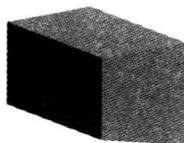
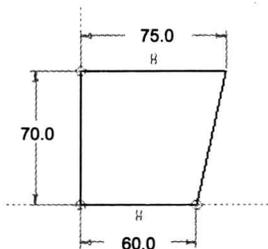

图 2.2 拉伸 1
图 2.3 截面草图
Step2. 创建图 2.2 所示的拉伸特征 1。
(1) 选择命令。单击 **模型** 功能选项卡 **形状** 区域中的“拉伸”按钮 。
(2) 绘制截面草图。在图形区右击，从系统弹出的快捷菜单中选择 **定义内部草绘...** 命令；选取 RIGHT 基准平面为草绘平面，选取 TOP 基准平面为参考平面，方向为 **左**；单击 **草绘** 按钮，绘制图 2.3 所示的截面草图。
(3) 定义拉伸属性。在操控板中选族拉伸类型为 ，输入深度值 115.0。
(4) 在操控板中单击“完成”按钮 ，完成拉伸特征 1 的创作。